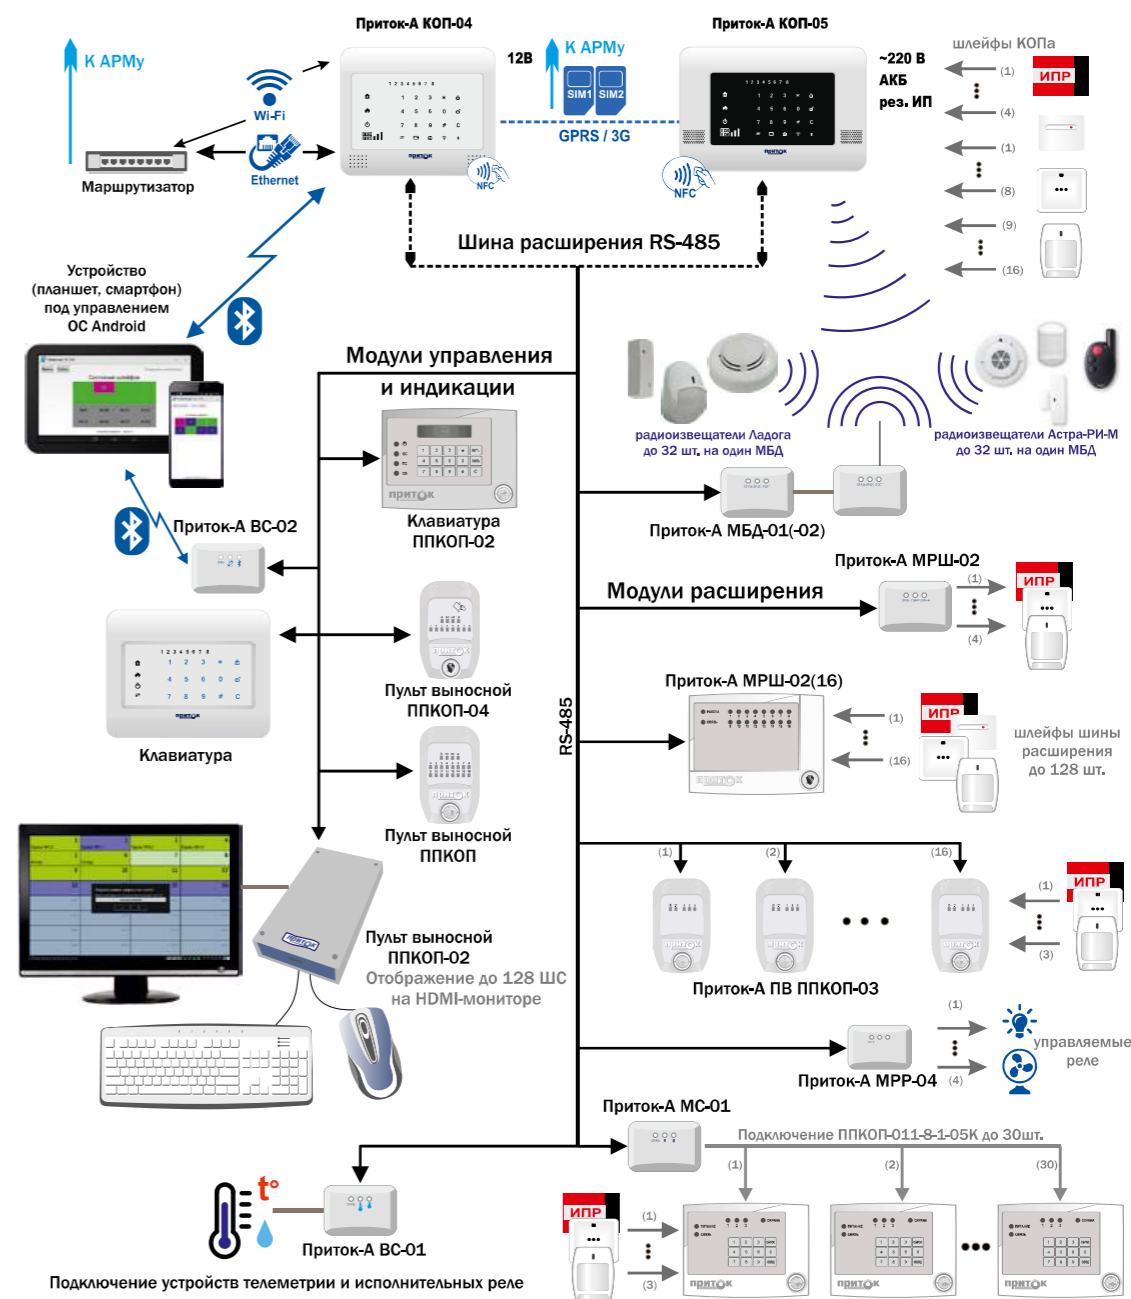

Рис. 9
**ВСЕ ПРИБОРЫ СЕРИИ «ПРИТОК-А КОП» ИМЕЮТ ВОЗМОЖНОСТЬ ПОДКЛЮЧЕНИЯ ПО ШИНЕ РАСШИРЕНИЯ RS-485 ВНЕШНИХ ФУНКЦИОНАЛЬНЫХ МОДУЛЕЙ (Рис. 9):**